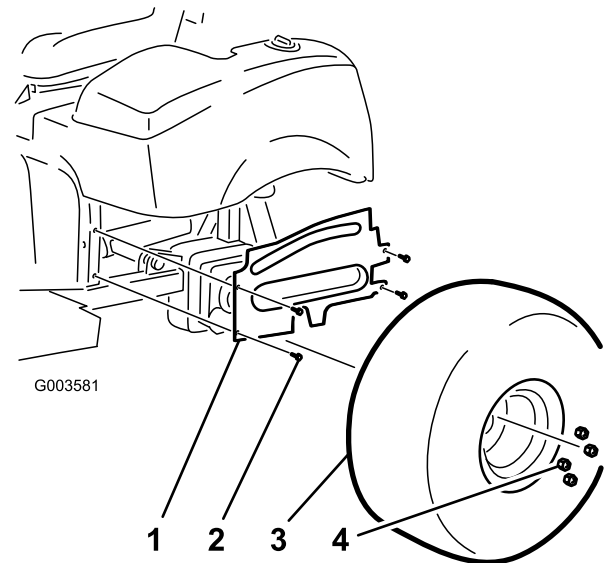

Bild 3
4. Nehmen Sie die vier Bundbolzen ab, mit denen die linke Radabdeckung am Rahmen befestigt ist (Bild 3).